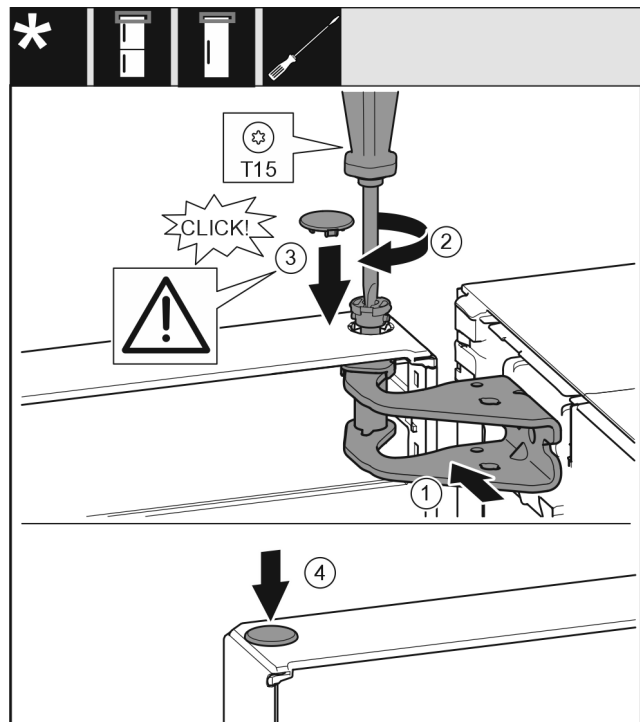

Fig. 21
- Deur boven uitlijnen op de opening in de lagerbus. Fig. 21 (1)
- Bouten Fig. 21 (2) insteken en met een schroevendraaier vastschroeven.
- ▶ Beveiligingsafdekking Fig. 21 (3) voor de borging van de deur monteren: Beveiligingsafdekking plaatsen en controleren of deze tegen de deur ligt. Anders de bouten volledig insteken.
- ▶ Plug Fig. 21 (4) insteken.